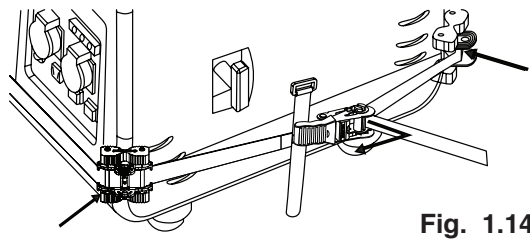

Fig. 1.14
- l. Una vez que los soportes angulares estén en la ubicación deseada, abra y cierre el mango del trinquete 1 o 2 veces para comenzar a apretar el sistema (Fig. 1.14). **No apriete demasiado el sistema tanto que no pueda hacer ningún ajuste en la ubicación de los soportes angulares.**